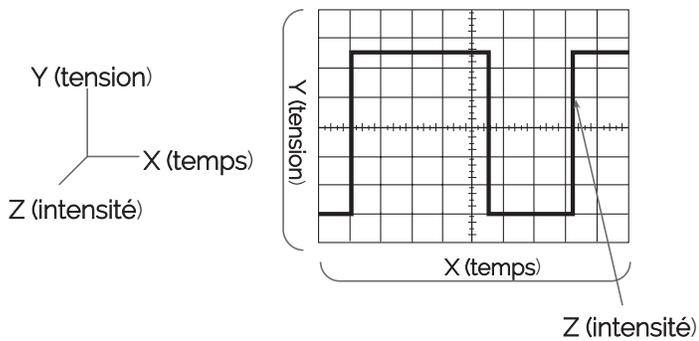

Figure 2. Composantes X, Y et Z d'une forme d'onde affichée.
Un oscilloscope est un dispositif permettant d'afficher un graphe: il dessine une représentation graphique d'un signal électrique. Pour la plupart des applications, le graphe représente l'évolution du signal au cours du temps: l'axe vertical (Y) représente la tension et l'axe horizontal (X) représente le temps. L'intensité ou la luminosité de l'affichage est parfois appelée l'axe Z, comme indiqué dans la Figure 2. Sur les oscilloscopes DPO, l'axe Z peut être représenté à l'écran par un dégradé de couleurs, comme on peut le voir sur la Figure 3.